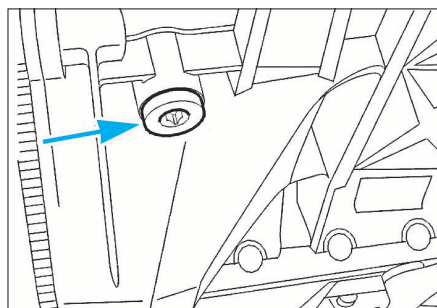

FIG. 39
- Déposer la vis de vidange du carter-cylindres (Fig.39).